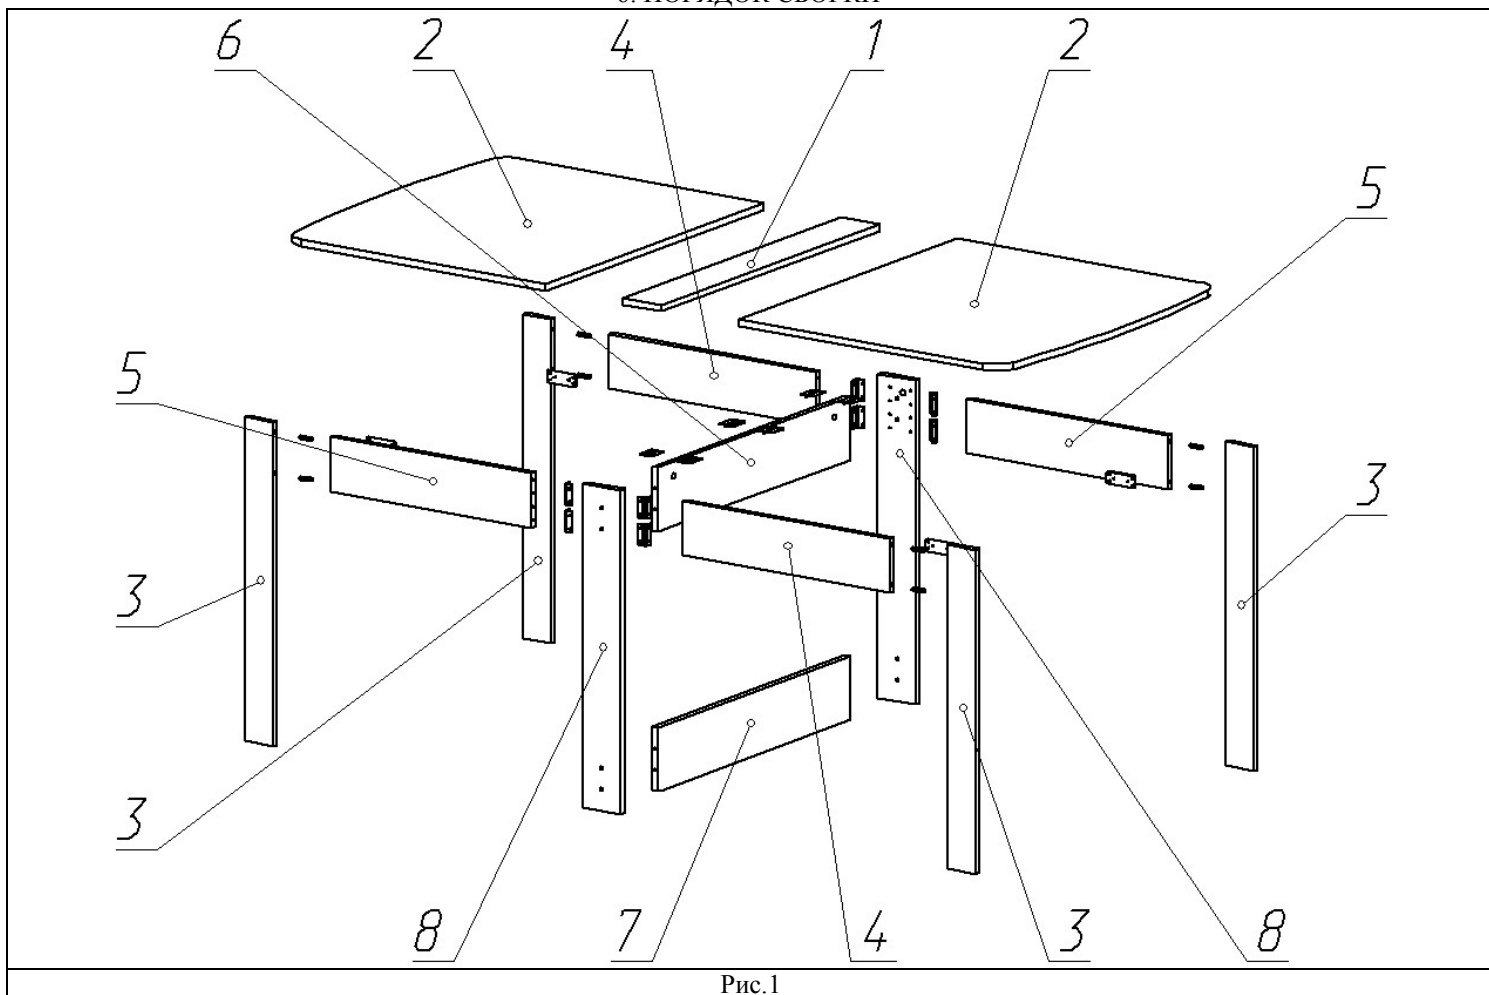

Рис.1
1. Взаимное расположение деталей стола (см. рис.1).